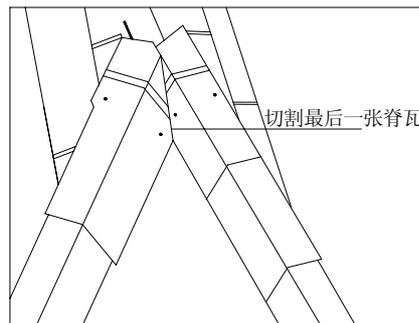

图6 脊瓦
- 7、剪裁每条斜屋脊最后一张脊瓦，使它们在屋顶的交会处自然贴合，如图 6：